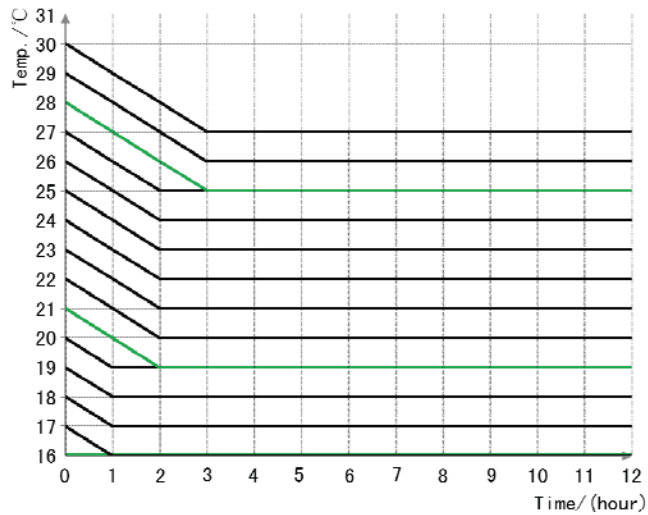

Fig.15 Curva funcion sueño en modo CALOR
- . En modo Calor, si la funcion sueño es activada, el rango de seteo de la temperatura puede ser 16°, 17~20°C, 21~27°C, 28~30°C. Dependiendo de la curva como se detalla en la Fig.15.